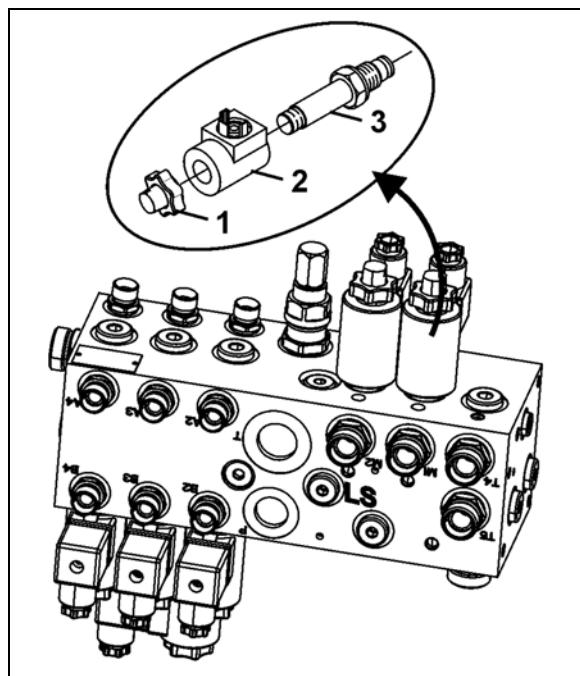

图 59
2. 拧下磁帽（图 59/1）。
3. 取下磁圈（图 59/2）。
4. 拧出阀杆（图 59/3）与阀门并用压缩空气或液压油进行清洁。